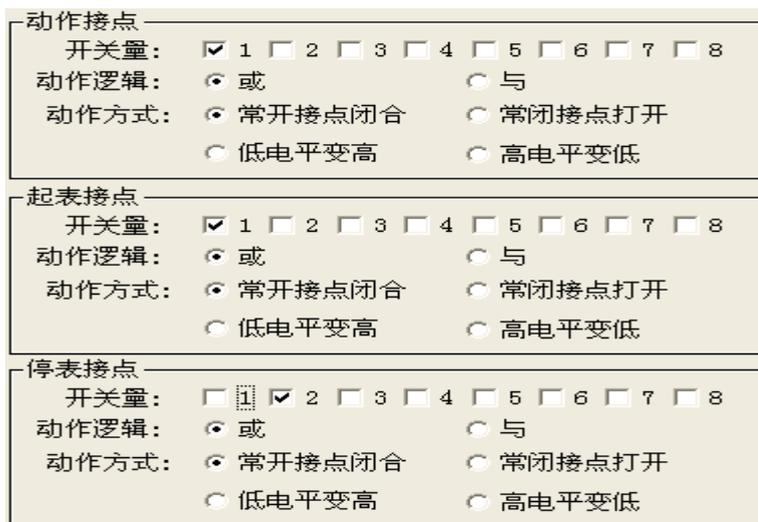

图 3.3.3—3
B)、起表接点如图 3.3.3-3：开始计时所用的接点（如果选择加电起表，起表接点不能设置）。
C)、停表接点如图 3.3.3-3：终止计时所用的接点。